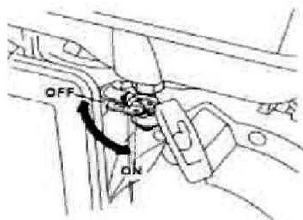

Рис. 4
1. Переведите топливный кран в положение «Открыто». (Рис. 4)